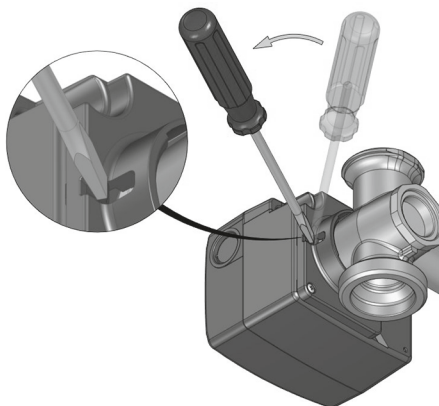

Fig. 13
2. Impostare l'interruttore di funzionamento (1) su manuale **ruotando in senso orario di 90°** con l'aiuto di un cacciavite. Così facendo lo slot sarà in posizione orizzontale e la punta della freccia indicherà il **simbolo della mano** (fig.13).